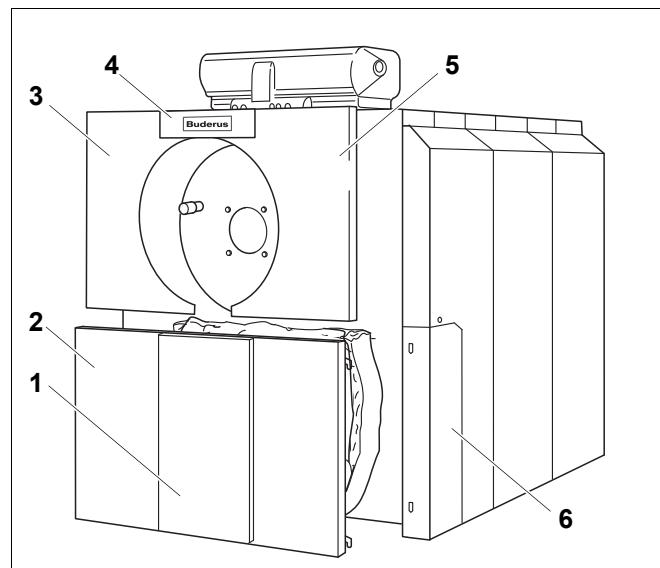

Рис. 28 Снятие передней стенки
- Снимите верхнюю (рис. 28, **поз. 4**) и нижнюю (рис. 28, **поз. 1**) панели.
- Снимите левую и правую верхние передние стенки (рис. 28, **поз. 3 и 5**).
- Снимите нижнюю переднюю стенку (рис. 28, **поз. 2**).
- Снимите левую и правую части боковых стенок (рис. 28, **поз. 6**).